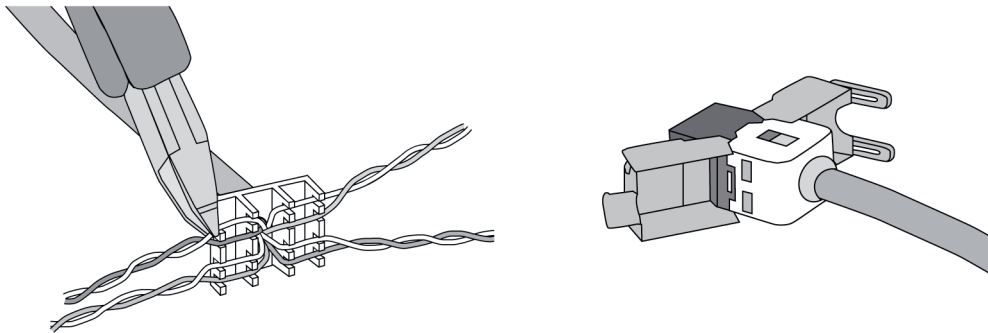

Рисунок 7: Подключение адаптерного штекера к проводу Ethernet
- Подсоедините провод сети Ethernet к переходному штепселю для сети Ethernet. Для этого снимите оболочку с жил кабеля Ethernet, не изолируйте их и вложите в крышку переходного штепселя. Обрежьте выступающие жилы кабеля и в правильном положении надвиньте крышку на переходный штепсель (рисунок 7).
- Подсоедините прилагаемый кабель-переходник сети Ethernet к клемме (32) и переходному штепселю.